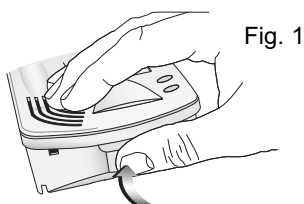

Fig. 1
- Aprire il citofono, separare il coperchio dal fondo facendo forza nel lato inferiore del coperchio (Fig. 1)